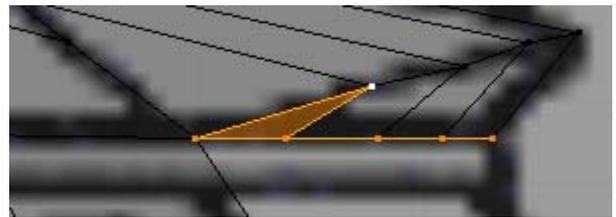

Figura 4.74
2. Seleccione os vértices do contorno inferior, **[Alt]+[RMB]** sobre uma aresta, alinhe-os em zz, **[S]>[Z]>[0]**, e arraste-os até a linha de referência da imagem, figura 4.74.
3. Crie a face em falta, **[F]**, figura 4.74.